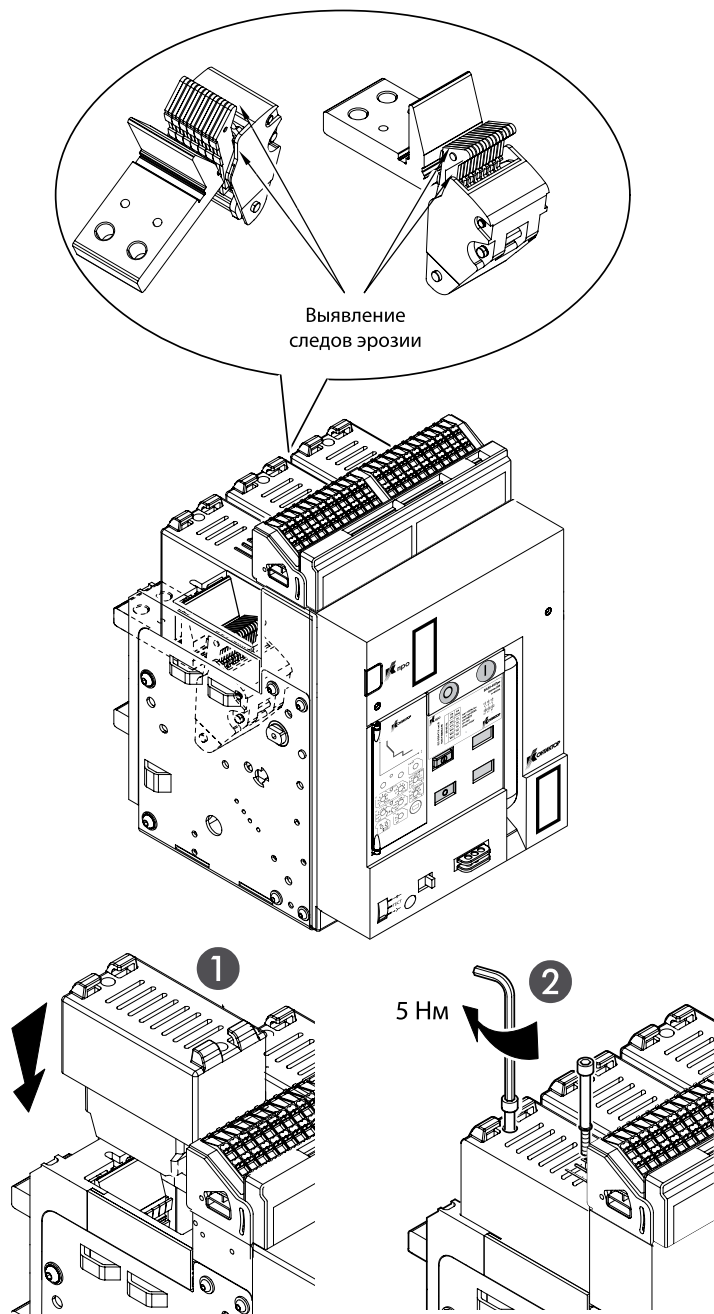

Рисунок 22. Порядок проверки состояния дугогасительных камер
2) Проверить состояние контактов. Откройте крышку дугогасительной камеры. Проверьте контакты на наличие следов эрозии (рисунок 22).